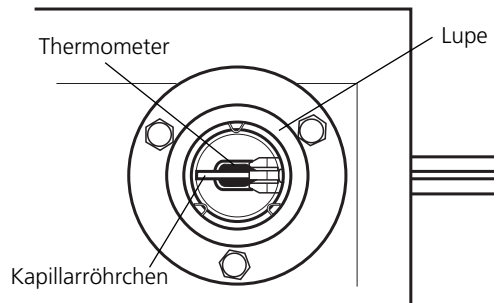

Abb. 5
4. In die Lupe hineinschauen und das Röhrchen so verschieben, dass die Probe gut zu sehen ist (siehe Abb. 5).